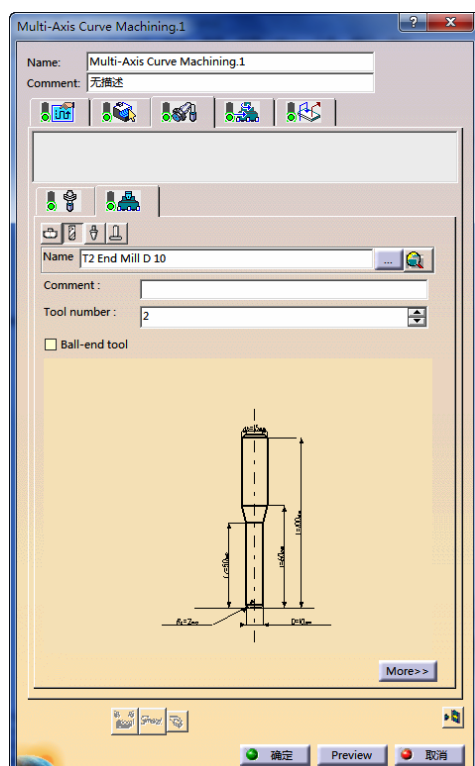

图 7-120 刀具参数选项卡 (6)
- 单击“Multi-Axis Curve Machining.1”对话框中的, 切换到刀具参数选项卡(6), 在“Name”文本框中输入“T1 End Mill D10”, 取消“Ball-end tool”复选框, 如图 7-120 所示。